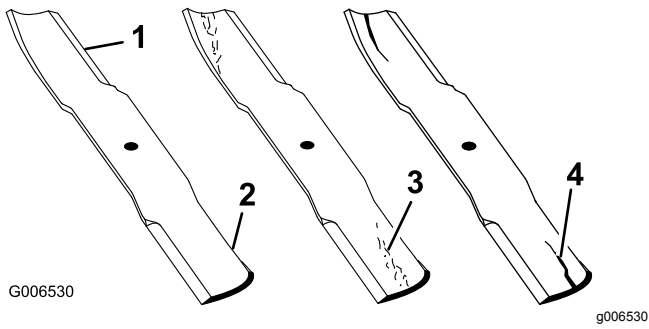

Figure 54
1. Examinez le tranchant des lames (Figure 54).
2. Inspectez les lames, surtout la partie relevée (Figure 54).
**Remarque:** Remplacez immédiatement toute lame endommagée, usée ou qui présente une entaille (repères 3 et 4 de la Figure 54).